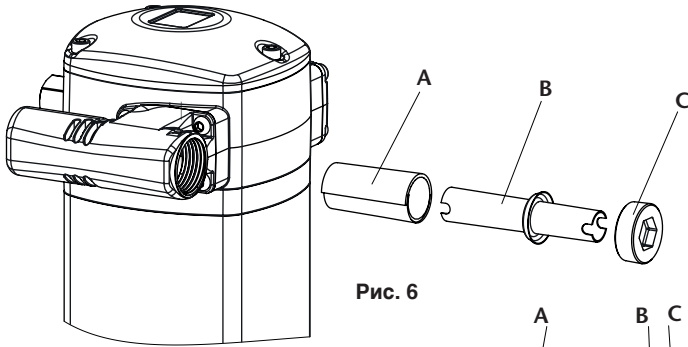

Рис. 6
1. Выкрутите 4 винта (J) из крышки (I) и снимите крышку.
2. Выкрутите 4 винта (A) из глушителя (B) и снимите его вместе с прокладкой (C) и резонатором глушителя (D).
3. Используя пластиковый инструмент, осторожно постучите по направляющей (H) со стороны ее наименьшего диаметра через двигатель (рис. 6), снимите направляющую (H).
4. Замените уплотнения заслонки 2х(E), (F) и (G) или замените заслонку в сборе (H) с установленными на заводе уплотнениями (Раздел Запчасти). Это рекомендуемый вариант для обеспечения правильной установки уплотнений.
ОЧИСТКА ГЛУШИТЕЛЯ (РИС. 6)